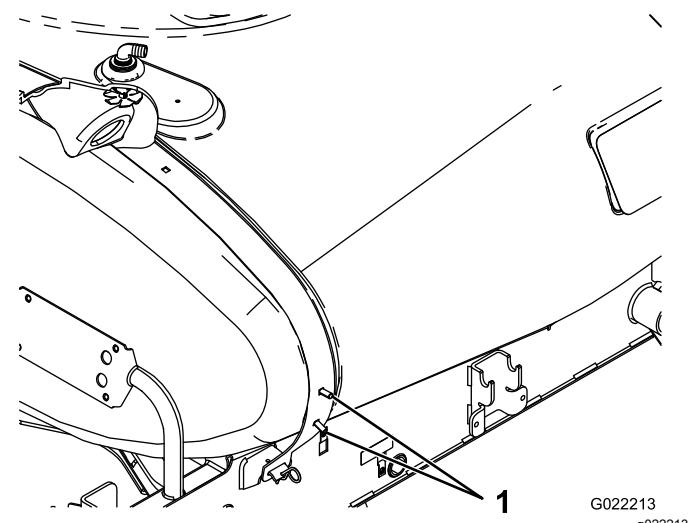

Figure 7
- Placez 2 boulons de carrosserie dans les trous intérieurs inférieurs sur le côté droit de la sangle arrière du réservoir (Figure 7).